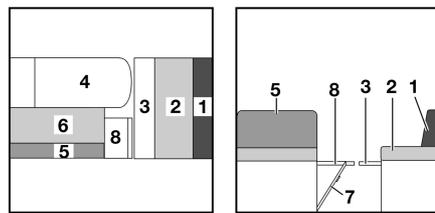

Bild 142 Während des Umbaus
- Sitzbankverlängerung (Bild 142,8) nach oben klappen und mit Klappe verkeilen.
- Bettkasten-Verlängerung (Bild 142,3) herausziehen.
- Das Sitzpolster (Bild 142,2) der Längssitzbank zur Mitte ziehen.
- Das Rückenpolster (Bild 142,1) der Längssitzbank zwischen das Sitzpolster und die Wand legen.
- Das Sitzpolster (Bild 142,6) nach vorn auf den Tisch ziehen.
- Das Rückenpolster (Bild 142,5) abnehmen und beiseite legen.